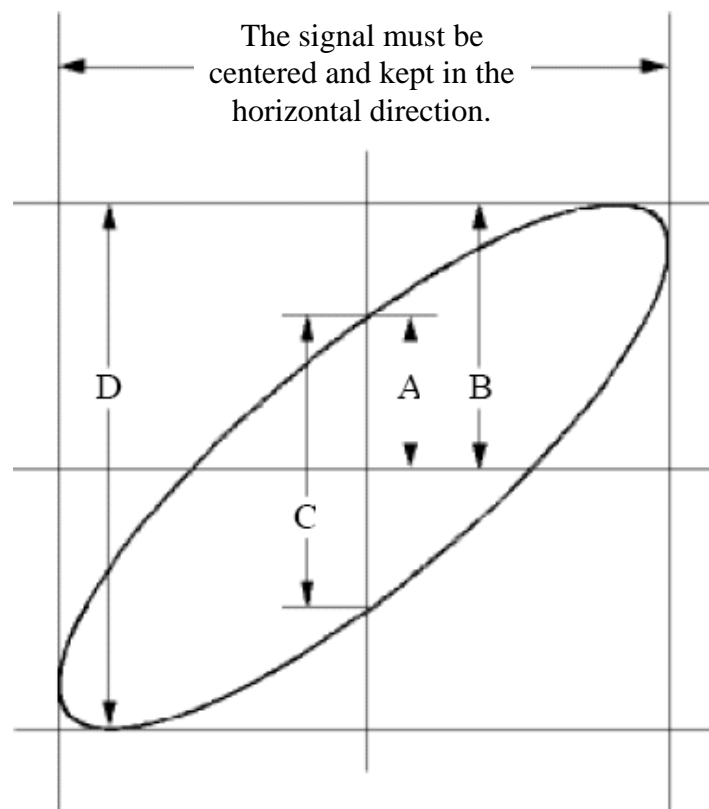

Figure 6-6 リサージュ図
- (1) プローブ・メニューでプローブ減衰比を10X、プローブの減衰比をスイッチで10Xに設定します。詳細は“プローブ減衰比の設定”を参照ください。
- (2) 回路の入力信号にCH1プローブを、出力信号にCH2プローブを接続します。
- (3) **CH1**～**CH4**ボタンを押して、CH1とCH2をオンにし、CH3とCH4をオフにします
- (4) **Autoset**を押します。オシロスコープが自動設定を実施して2つのチャンネル波形が表示されます。
- (5) CH1とCH2について、**垂直軸Scaleノブ**と**垂直軸Positionノブ**を回して、波形の振幅がおおむね同じくらいになるように調整します。
- (6) **Acquire**を押してアキュイジション・メニューを開きます。
- (7) **XY Mode**をONにするとXY表示になり、リサージュ図が表示されます。
- (8) **垂直軸Scaleノブ**と**垂直軸Positionノブ**を回して波形をさらに調整します。
- (9) 楕円の形状から、位相差を計算することができます。(Figure 6-6)